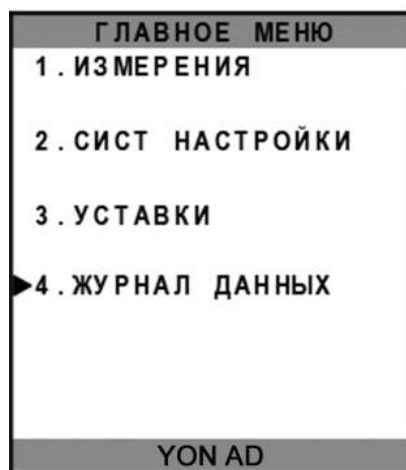

Рисунок 25 – Главное меню микропроцессорного расцепителя MR8.2
4.2.5.3 Микропроцессорный расцепитель включает в себя следующие основные меню (рисунок 25):